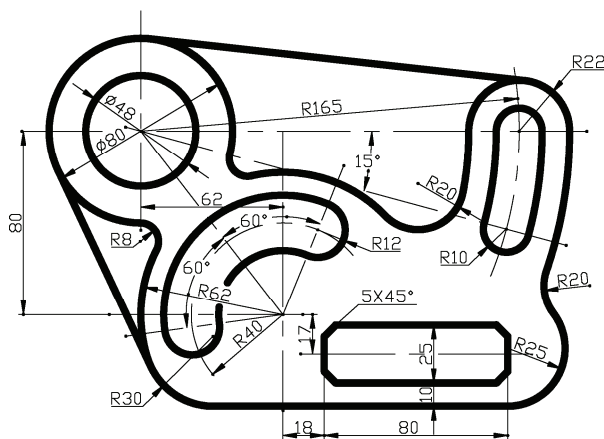
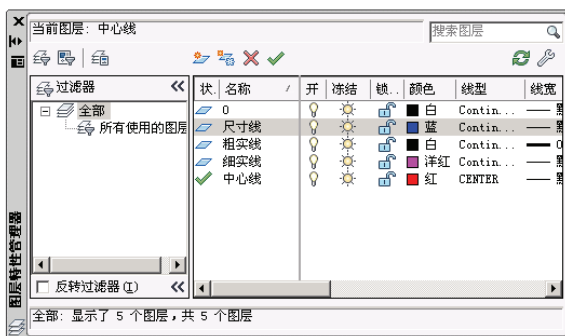

图 T4-1 垫片
图 T4-2 图层设置
绘制图 T4-1 所示垫片图形。
(1) 本例的环境设置应该包括：图纸界限、图层（包括线型、颜色、线宽）的设置。按照图 T4-1 所示的图形大小，图纸界限设置成 A4 横放比较合适，即  $297 \times 210$ 。图层至少应该包括各种线型（点划线层、粗实线层和尺寸标注层，本例不标注尺寸，可以先不设）。
(2) 本例所示图形尺寸比较复杂，顺利绘制的前提是对图形的正确分析，尤其是注意绘制图形的前后顺序。一般的原则是先绘制已知线段，再绘制中间线段，最后是连接线段。
首先根据图形的大小设置合适的图形界限, 按照图 T4-1 所示的图形尺寸大小, 图形界限应设置成 A4 (297×210) 大小。
根据图 T4-1 所示的图形，按照图 T4-2 设置图层，其中尺寸线层目前不是必须的，在标注尺寸时应该设置（定义点层无须设置，该层是标注尺寸或插入块时自动产生的）。